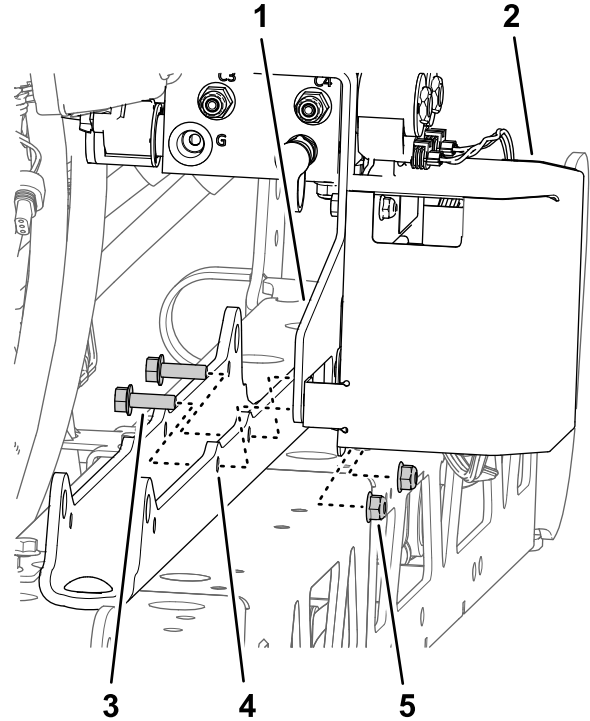

Figure 96
- B. Fixez la patte de support et le support du contrôleur TEC au support de vérin (Figure 96) à l'aide des 2 boulons à embase (5/16" x 1") et des contre-écrous à embase (5/16") que vous avez retirés à l'opération 1 de Dépose du collecteur de levage de section de la section de pulvérisation centrale \(page 25\).